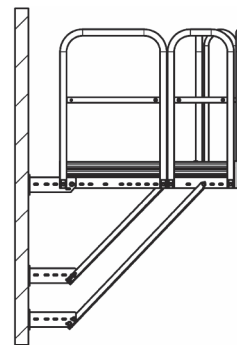
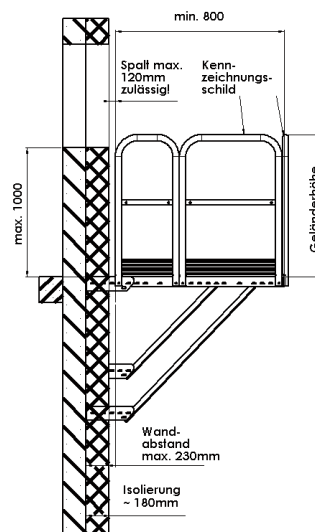
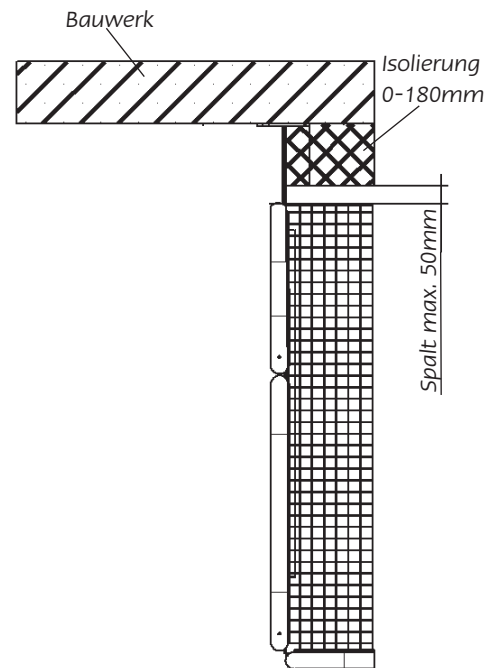
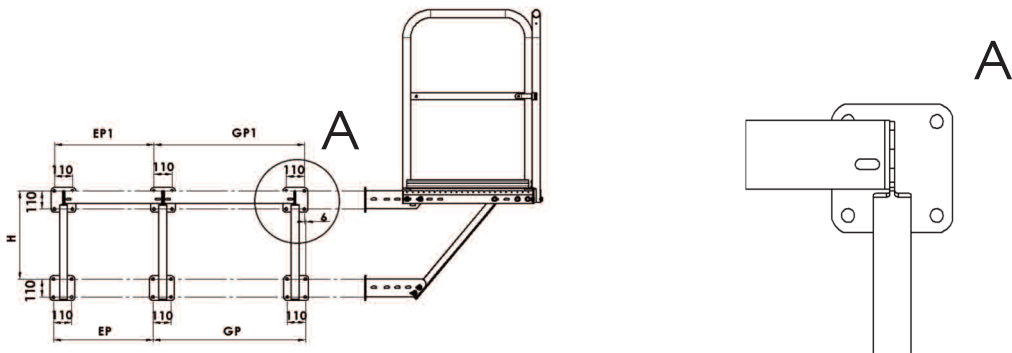

Abb. 4
Abb. 11
Abb. 12
Abb. 14
Die oberen Wandhalter sind an der Außenseite des Gitterrostrahmens mit je zwei Schrauben anzuschrauben. Der Wandabstand des Podestes ist je nach Gebäudeisolierung einzustellen (Verstellraster siehe Abb. 4 – 7). Wird das Podest als Notleiteranlage nach DIN 14094 eingesetzt, ist darauf zu achten, dass der lichte Abstand zwischen Wand und Geländer max. 120 mm beträgt (Abb. 11). Der max. Spalt von Podest zur Wand darf nicht größer als 50 mm sein (Abb. 12). Der Wandabstand ist daher möglichst klein zu wählen. Das Maß H (Abstand oberer zum unteren Wandhalter) ist unabhängig vom Verstellraster und bleibt unverändert (Tabelle 1 / Abb. 14, 15).
**Die oberen und unteren Wandhalter sind auf Grund des Gitterrostrahmens um 6 mm horizontal versetzt (siehe Skizze Bohrbild GP und GP1 Abb. 14,15).**
Vertikale Spalte zwischen der Leiter zum Bauwerk oder zwischen Geländer und Bauwerk, die größer als 120 mm sind, müssen bauseits geschlossen werden (Abb.11).
Es ist darauf zu achten, dass der Benutzer das Schild vor dem Besteigen lesen kann (Abb. 11).
Lochbild für 110er Lochabstand (Untergrund: Beton) Abb. 14